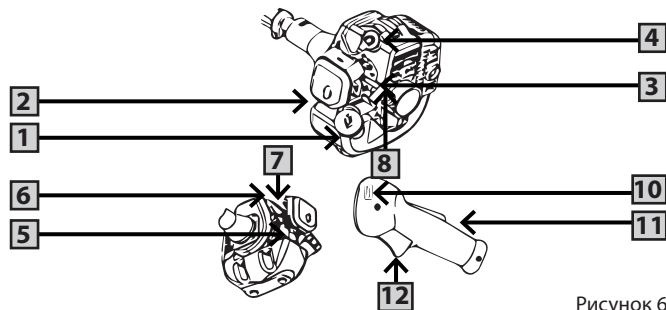

Рисунок 6
❶ Разместите агрегат на плоской неподвижной поверхности. Расположите головку с режущим инструментом вдали от каких либо объектов.
❷ Заполните топливный бак (2) (рис. 6) и надежно закрутите крышку (1).
❸ Установите рычаг положения дроссельной заслонки (3) в положение «закрыто».
❹ Закачайте топливо в карбюратор (7), нажав несколько раз на кнопку подкачки топлива (5).
❺ При помощи рычага акселератора (12) и клавиши блокировки акселератора установите переключатель (10) в положение «старт».
6. Резко потяните за ручку пускового троса стартера (8), предварительно устранив свободный ход. Повторять до момента первого характерного выхлопа через глушитель.
7. Переводите рычаг регулировки положения дроссельной заслонки (3) в положение «открыто».
9. При однократном нажатии на клавишу блокировки акселератора (11) и рычага акселератора (12) двигатель переводится в режим холостых оборотов. Частота вращения инструмента регулируется нажатием на рычаг акселератора. Когда двигатель работает на холостых оборотах, режущий инструмент не должен вращаться.
Для выключения двигателя надо перевести переключатель (рис. 6) в положение «Выкл». Двигатель заглухнет. После остановки на непродолжительный период времени двигатель можно запустить при открытом положении дроссельной заслонки.